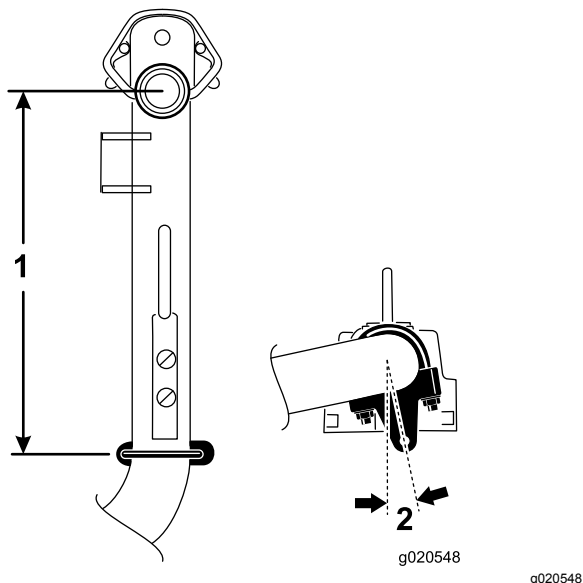

Figure 7
- Sur les bras de levage n° 6 et 7, positionnez les supports et les étriers filetés à 37 cm derrière l'axe du pivot (**Figure 7**).